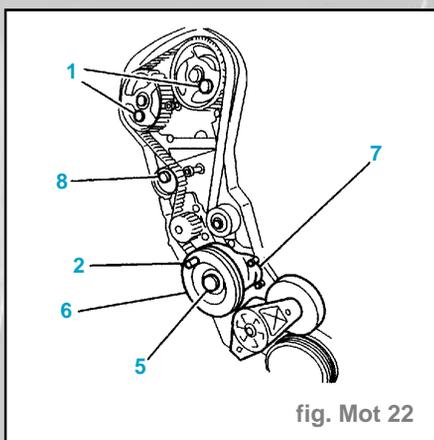

fig. Mot 22
- Tirer la fourchette (2).
- Desserrer les vis (3) (au maximum).
- Déposer le carter (4) par le dessus.
- Déposer (fig. Mot. 22) :
- la pige (2),
- la vis (5),
- la poulie de vilebrequin (6),
- Desserrer la vis (8) du galet tendeur (fig. Mot. 22).